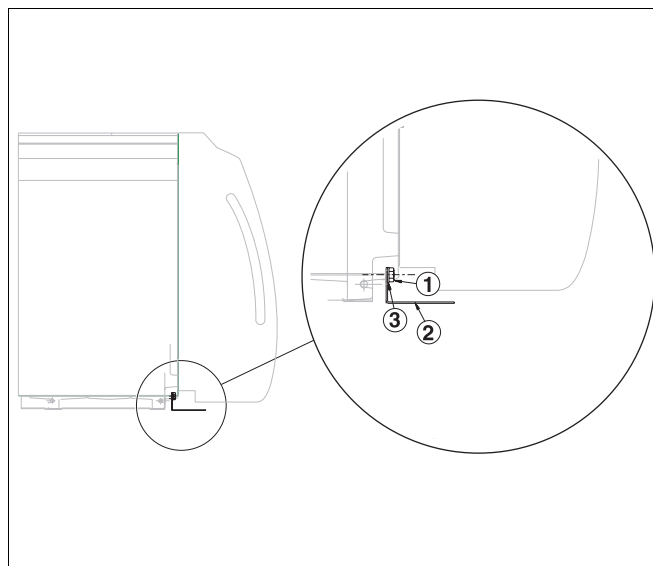

Рис. 5 Монтаж отопительного котла на бак-водонагреватель
- Положить крепежный уголок (рис. 5, поз. 2) на окантованную планку угловой рейки и слегка прикрутить к опорам котла болтами M10 x 55 (рис. 5, поз. 1 и 3).